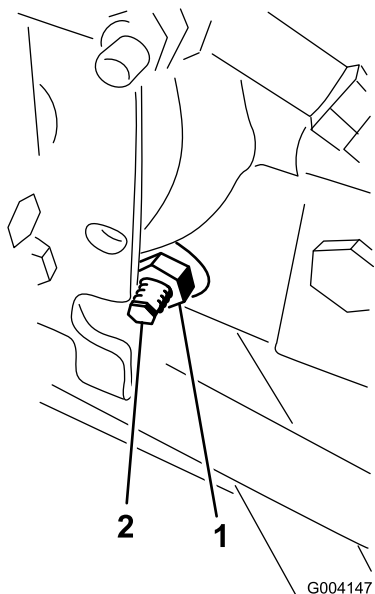

Figure 69
3. Sous le côté droit de l'hydrostat, desserrez le contre-écrou sur la came de réglage de transmission (Figure 69).